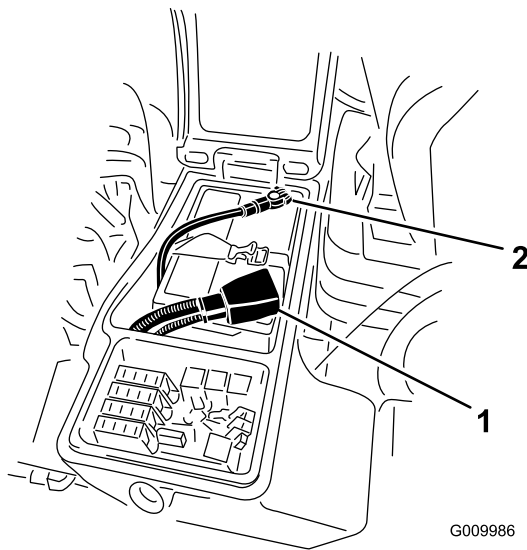

Bild 50
6. Klemmen Sie das Pluskabel (Rot) am Pluspol (+) der Batterie und das Minuskabel (Schwarz) am Minuspol (-) der Batterie an (Bild 50).